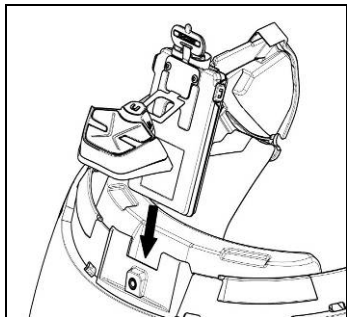

Fig. 6
- Sett systemet inn i det dertil bestemte setet på baksiden av hjelmen, og trykk det helt inn i fordypningen (Fig. 6).